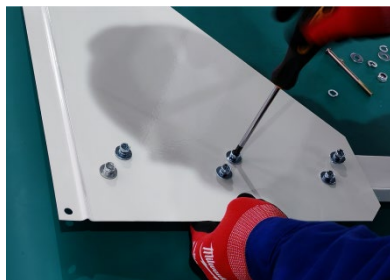

Abbildung 11
1. Montieren Sie die Heckplatte mit der Stangenrichtung wie in Abbildung 11 gezeigt mit M8x16 Sechskant-Kombischrauben, Unterlegscheibe und Federring.